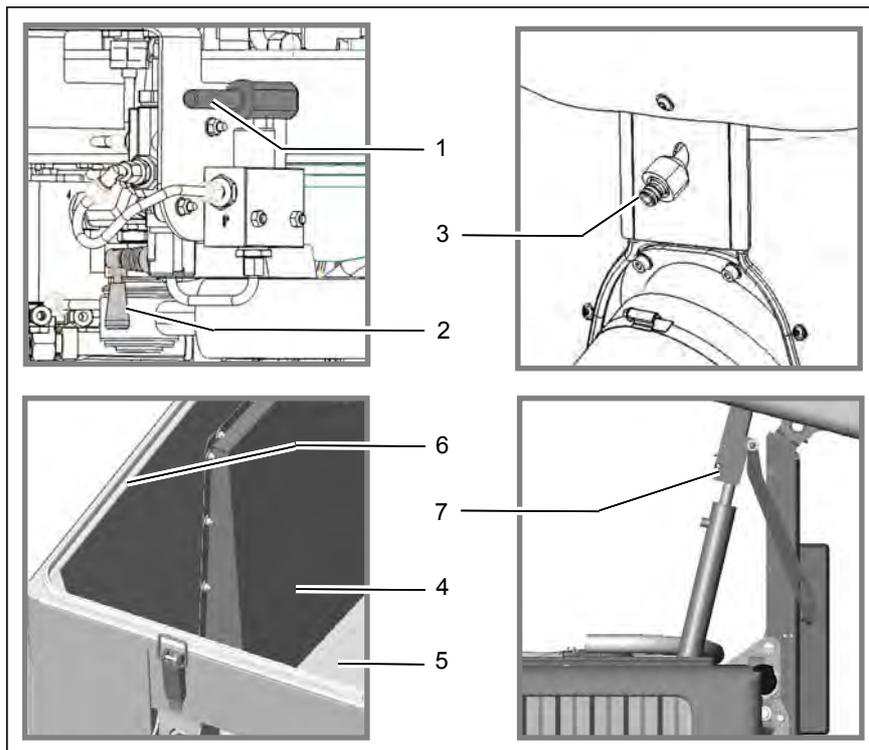

Fig. 55
Dans le cas de travaux d'entretien de la benne, toujours apporter celle-ci à la position supérieure et poser les béquilles de sécurité (Fig. 55/7).
Toutes les 250 heures de service contrôler le joint du volet arrière (Fig. 55/6) de la benne, le remplacer en cas de besoin.
Nettoyer les filtres fins (Fig. 55/4), la trappe de sol (Fig. 55/5), le réservoir qui se trouve dessous après chaque vidange.
Toutes les 250 heures de service contrôler l'état de salissure de la turbine et la nettoyer si besoin est. Un raccord d'eau (Fig. 55/3) pour son nettoyage se trouve à l'avant de la benne.
1. Poser l'outil sur le levier de commande de la pompe à main (Fig. 55/1) et actionner la soupape (Fig. 55/2).